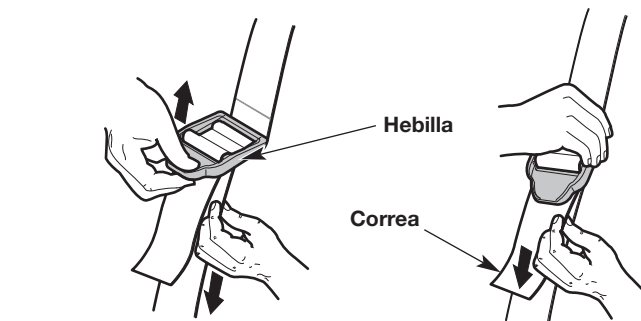

Fig. 7
4. Ajuste la correa de hombro para adecuarla al operador (Fig. 7). Tire de la hebilla hacia arriba para aflojar la correa. Tire de la correa hacia abajo para ajustarla.